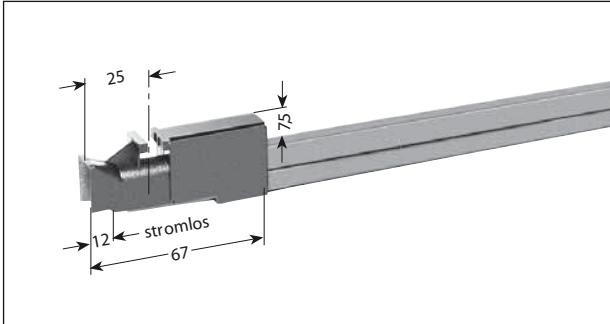

Bild 12: Überleitungsstück US 10
## 8. Überleitungsstück (Bild 12) und Überleitungsstück mit Einspeisung
- Überleitungsstücke auf die Stirnseite des Stromschiene Profils bis zum Einrasten schieben (Bild 12).